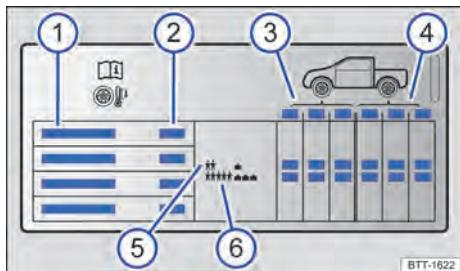

Fig. 160 Indicações na etiqueta de pressão dos pneus.
→ Fig. 160:
Dependendo do veículo, a etiqueta de pressão dos pneus pode ter uma pressão dos pneus de conforto → Fig. 160 ③. A pressão dos pneus de conforto possibilita aumentar o conforto da condução. Ao conduzir com a pressão dos pneus de conforto, pode aumentar o consumo de combustível.